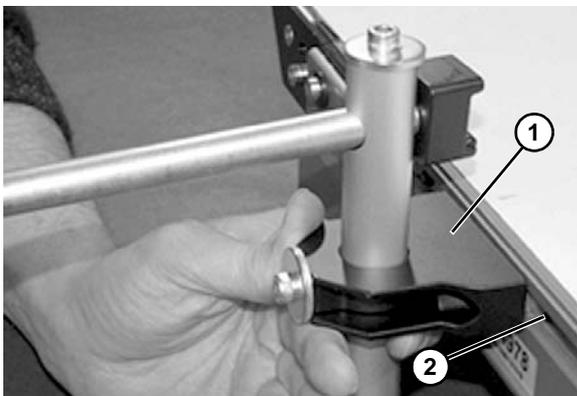

Abbildung 16
1. Führungshalterungsbaugruppe (Abbildung 16, Teil 1) in den T-Schlitz des Förderbands (Abbildung 16, Teil 2) einbauen.